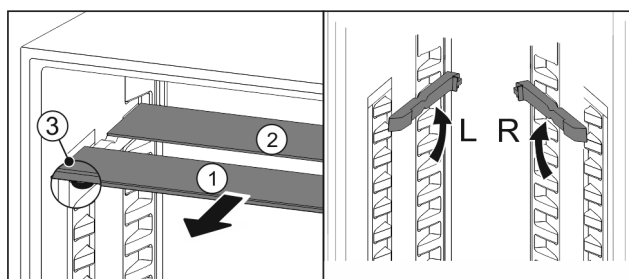

Fig. 19
- ▶ Wyciągnąć Fig. 19 (1) pojedynczo półki szklane do przodu.
- ▷ Płyta szklana Fig. 19 (1) z listwą ozdobną znajduje się z przodu.
- ▷ Stopery Fig. 19 (3) wskazują w dół.